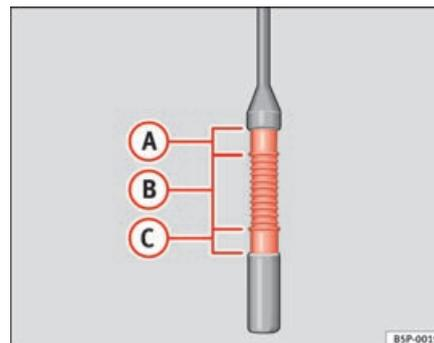

Fig. 166 Jauge d'huile-moteur
- Ensuite, retirez-la de nouveau et vérifiez le niveau d'huile ⇒ page 229, fig. 166. Faites l'appoint d'huile-moteur si nécessaire.